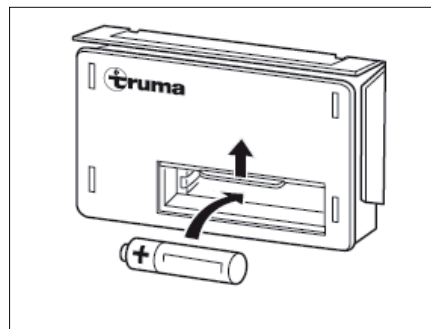

Fig. 110 Cambio de batería
- Empujar la tapa del compartimiento de la batería en el dispositivo automático de encendido (Fig. 110) hacia arriba.
- Meter una batería nueva del mismo tipo con la polarización correcta (+/-) en el compartimiento de la batería del dispositivo automático de encendido (Fig. 110). Utilizar únicamente baterías AA resistentes a la temperatura (+70 °C) y a prueba de fugas.